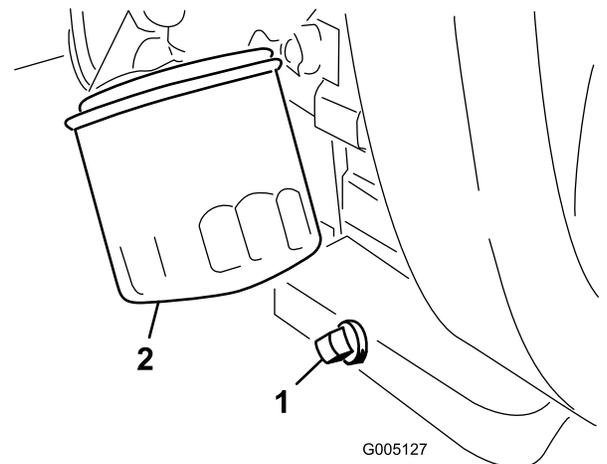

図 46
1. ドレンプラグ（図 46）を外してオイルを容器に受ける。オイルが抜けたらドレンプラグを取り付ける。
2. オイルフィルタ (図 46) を外す。新しいフィルタのガスケットに薄くエンジンオイルを塗る。